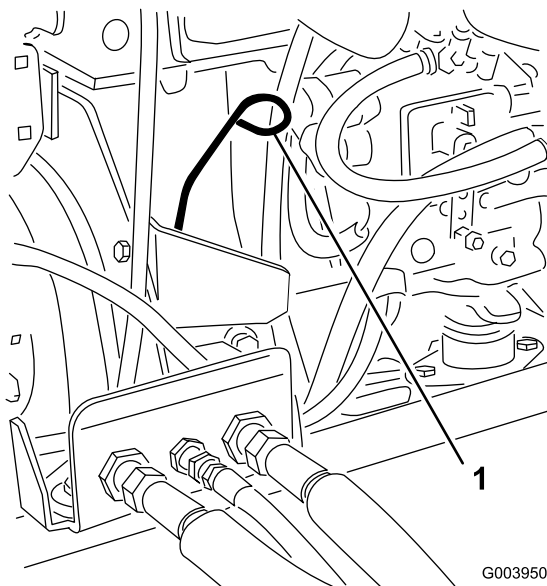

Figura 13
3. Retire la varilla, límpiela, y vuelva a colocarla (Figura 13).